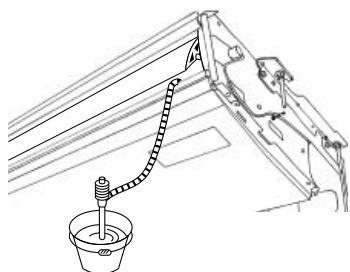

Fig. 5-3
1. Прикрепите соединительную муфту ⑤, входящую в комплект поставки прибора, к дренажному отверстию прибора с помощью винилхлоридного адгезива.
2. Прикрепите изоляцию для муфты ③, поставляемую в комплекте с прибором, к соединительной муфте ⑤.
3. Прикрепите установленный на месте дренажный трубопровод (VP-20) к соединительной муфте ⑤ с помощью винилхлоридного адгезива.
4. Оберните изоляцию дренажного трубопровода ⑦, входящую в комплект поставки прибора. (Шовная обмотка)
- Ⓒ Изоляция для муфты ③
- Ⓓ Соединительная муфта ⑤
- Ⓔ Изоляция для дренажного трубопровода ⑦
5. Убедитесь в правильности дренажа. (Fig. 5-3)